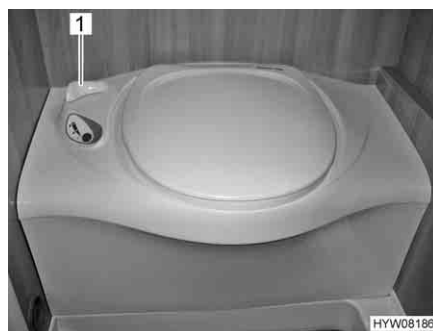

Fig. 264 Inodoro Thetford
- Antes del lavado, abrir la corredera del inodoro Thetford. Para ello, girar la palanca de corredera (Fig. 264,1) en sentido contrario a las agujas del reloj.
- Tras el lavado, cerrar la corredera. Para ello, girar la palanca de corredera (Fig. 264,1) en sentido de las agujas del reloj.